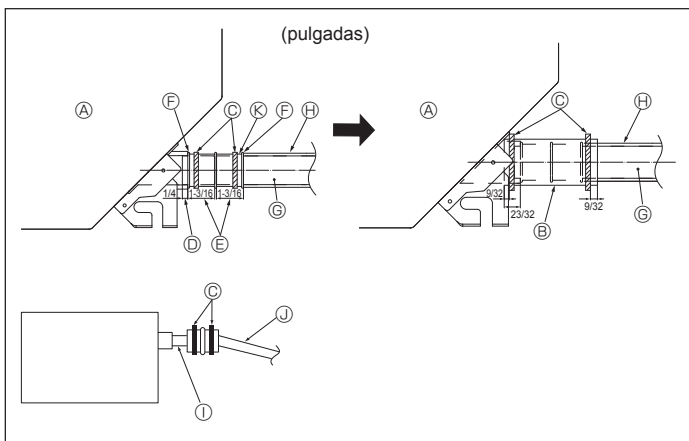

Fig. 4-2
1. Conecte el tubo de desagüe (suministrado con la unidad) al orificio de desagüe. (Fig. 4-2) (Sujete el tubo con cinta aislante y asegure la conexión con una abrazadera.)